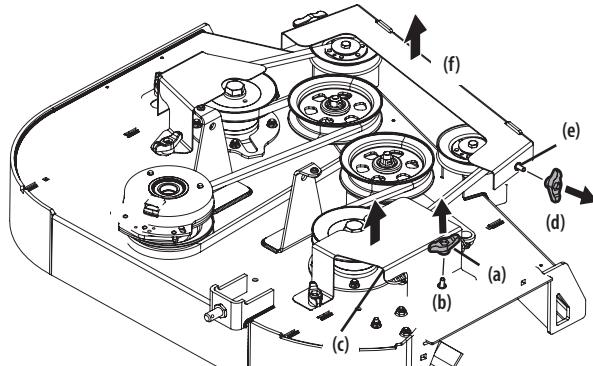

Figura 38
- Quite las perillas de mariposa (a) de los tornillos de carro (b) que aseguran las cubiertas de las correas laterales (c) a la plataforma y quite las cubiertas de las correas laterales (Figura 38).
- Quite las perillas de mariposa (d) de los tornillos de carro (e) que aseguran la cubierta de la correa frontal (f) a la plataforma y quite la cubierta de la correa frontal (Figura 38).